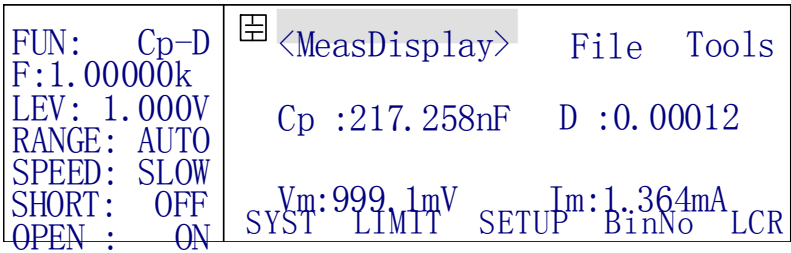

图 4-9 以小字符显示的元件测量显示页面
- ①注意: 小数位数锁定后, 小数点及单位将不随被测件大小而改变。锁定后, 将在 MeasDisplay 页面的大字符显示的小数点下显示一下划线标记。
- ①注意: 小数点锁定后对于其它测量页面同样有效。
- **↑↓** 用于改变测量结果的显示字体, 在大字符与小字符之间切换。小字符显示页面如图 4-9。小字符刷新显示时间大约为 3ms, 而大字符刷新显示时间大约为 50ms, 因此, 若要体现快速测量, 应设置为小字符显示。